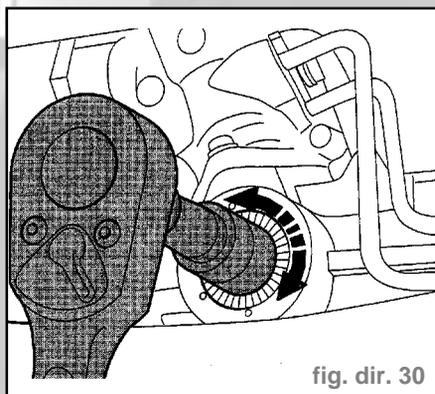

fig. dir. 30
- Pendant l'opération, le deuxième mécanicien tourne la vis de réglage (flèche) avec précautions dans le couvercle jusqu'à la disparition du claquement dans l'habitacle (fig. dir. 30).